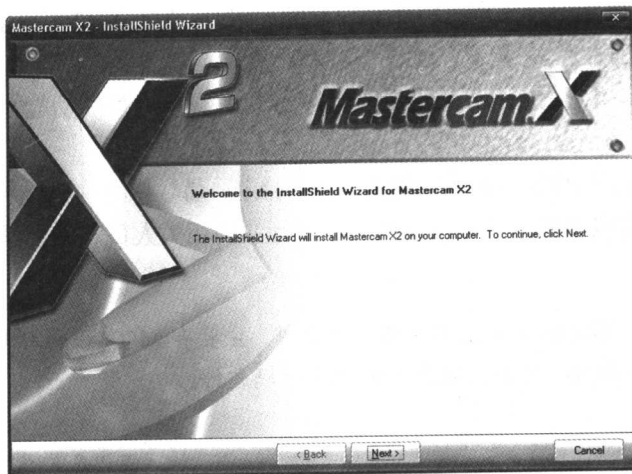

图 1-1 Mastercam X2 安装界面
(1) 双击 mastercamx2-web.exe 文件,待软件自动解压缩完成后,自动打开 Mastercam X2 安装界面,如图 1-1 所示。